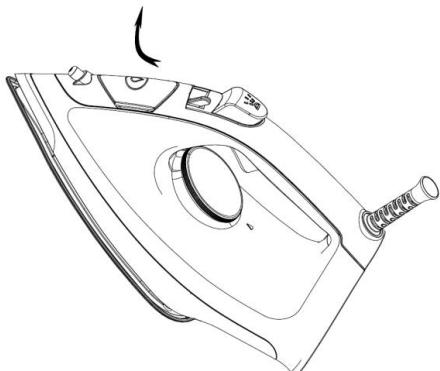
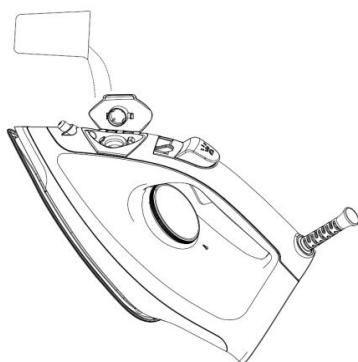

Fig.1
Fig.2
68. Open het waterinlaatdeksel (zie Afb. 1) en kantel het strijkijzer  $30^\circ$ . Giet een geschikte hoeveelheid water in de watertank met een maatbeker (zie Afb. 2). Het is het beste om zuiver water of gedestilleerd water met minder calciumdeeltjes te gebruiken en zorg ervoor dat het water de maximale waterniveaulijn op de watertank niet overschrijdt. Druk op het waterinlaatdeksel om het te sluiten. Er is een "klik"-geluid te horen als het waterinlaatdeksel goed op zijn plaats zit.